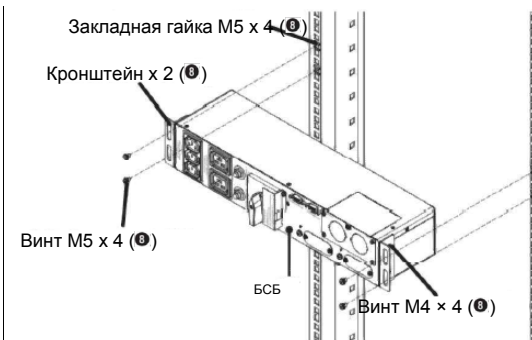

Рисунок 4
- Четырьмя винтами M4 (8) прикрепите два кронштейна (8) с левой и с правой стороны блока (см. **Рисунок 4**).
- Закрепите четыре закладные гайки M5 (8) с двух сторон стойки (см. **Рисунок 4**).
- Ввинтите четыре винта M5 (8) в закладные гайки M5 (8), закрепленные на стойке (см. **Рисунок 4**).